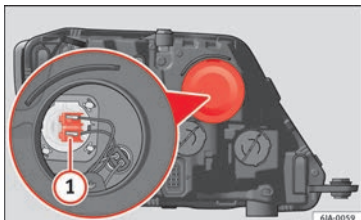

Fig. 90 Remplacement de l'ampoule des feux de route
- Retirez le connecteur » fig. 90 ① en tirant vers l'extérieur.